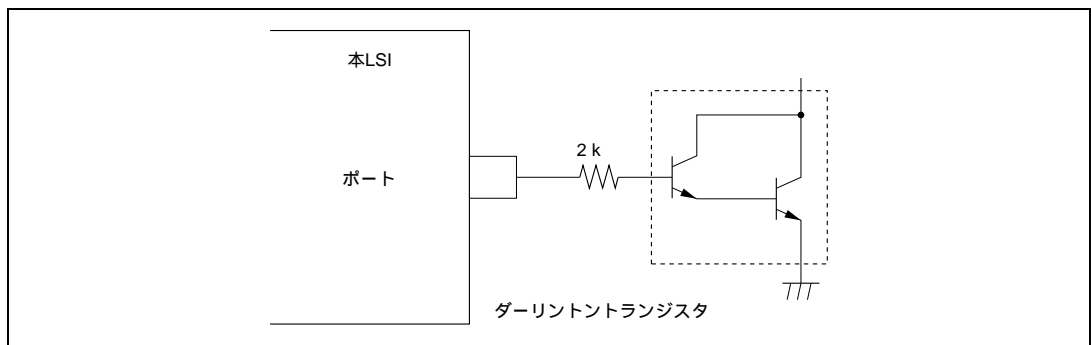
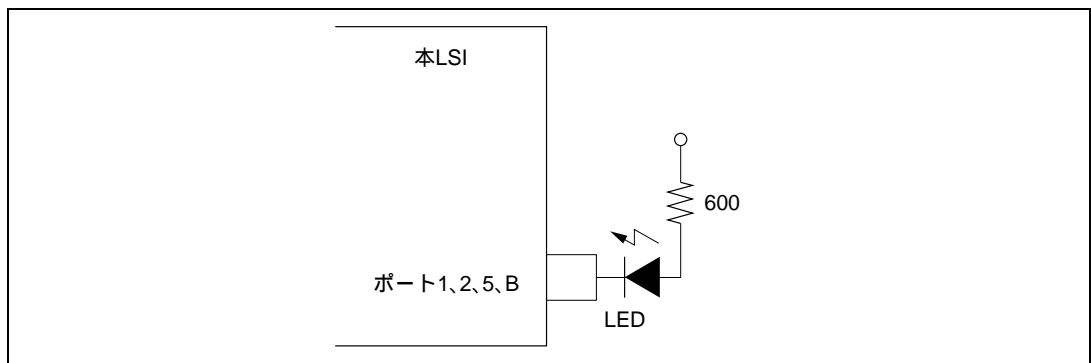

図 23.4 ダーリントトランジスタ駆動回路例
図 23.5 LED 駆動回路例
2. ダーリントトランジスタや、LED を直接駆動する場合には、図 23.4、図 23.5 に示すように、出力に必ず電流制限抵抗を挿入してください。